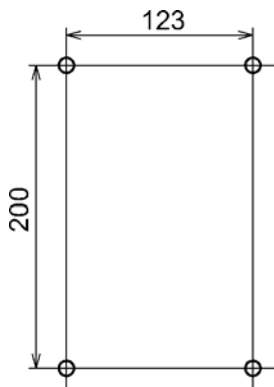

Рисунок 6.1
- 6.1 БПСИ устанавливается на вертикальную поверхность с помощью шурупов или винтов (рисунок 6.1) на высоте 150-180 см над уровнем пола или площадки, где пребывание персонала наиболее вероятно и продолжительно. Не рекомендуется монтировать БПСИ ближе 2 м от мест подачи приточного воздуха и открытых форточек.